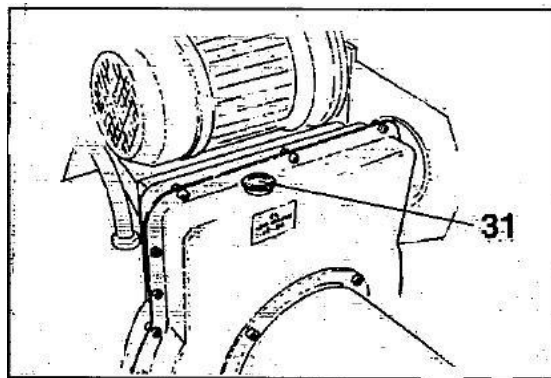

Рис. 8.4
- 4) Периодически проверять уровень масла в редукторе, когда кронштейн монтажной лапы полностью опущен (находится в конце хода). Для этого предусмотрено смотровое окно в корпусе редуктора. При необходимости следует заправить масло Esso Spartan EP 320 или масло аналогичного типа (например, Agip F1 REP 237, BP GRX P320, Chevron Gear Compound 320, Mobil Gear 632, Shell Omaia Oil 320, Castrol Alpha SP 320). Открутить крышку (31, рис. 8.4), залить масло и снова закрутить крышку.